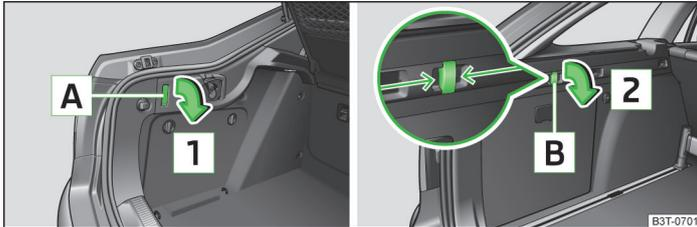

Abb. 83 Klappbarer Haken: Superb / Superb Combi
- Superb: Auf den unteren Teil des Hakens **A** drücken und diesen in Pfeilrichtung **1** nach unten klappen » Abb. 83.
- Superb Combi: Den Haken **B** in Pfeilrichtung fassen und diesen in Pfeilrichtung **2** nach unten klappen » Abb. 83.